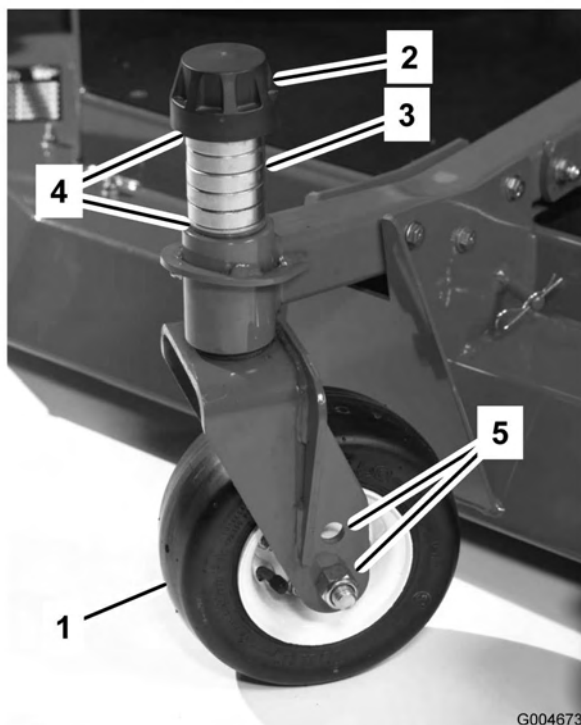

Bild 14
- Entfernen Sie die Spannkappe von der Spindelwelle (Bild 14) und ziehen die Spindel aus dem Laufradarm heraus. Ziehen Sie zwei Beilagscheiben (3 mm) so auf die Spindelwelle, wie sie ursprünglich montiert waren. Diese Beilagscheiben sind erforderlich, um alle Mähwerke über die Breite auf ein Niveau zu bringen. Ziehen Sie die erforderliche Anzahl von 13-mm-Distanzstücken (siehe die nachstehende Tabelle) auf die Spindelwelle, um die gewünschte Schnitthöhe herbeizuführen; ziehen Sie dann die Scheibe auf die Welle auf.